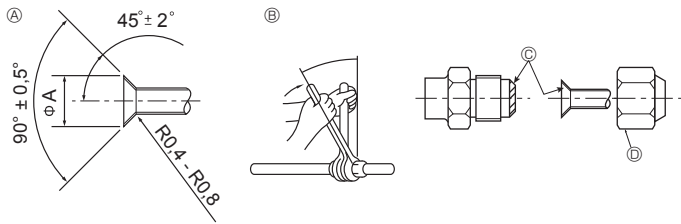

Fig. 4-1
4.2. Aansluiten van de pijpen (Fig. 4-1)